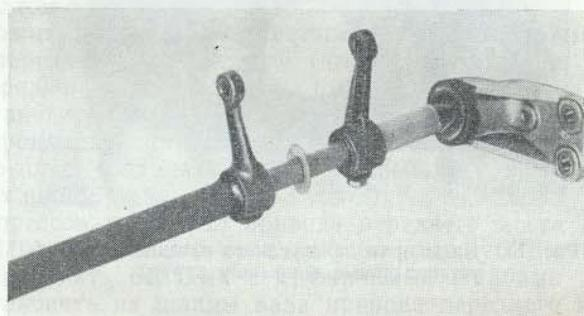

Рис. 131. Валы управления раздаточной коробкой в сборе
4. Установить на вал полиэтиленовую шайбу и трубчатый вал включения заднего моста (рис. 131).